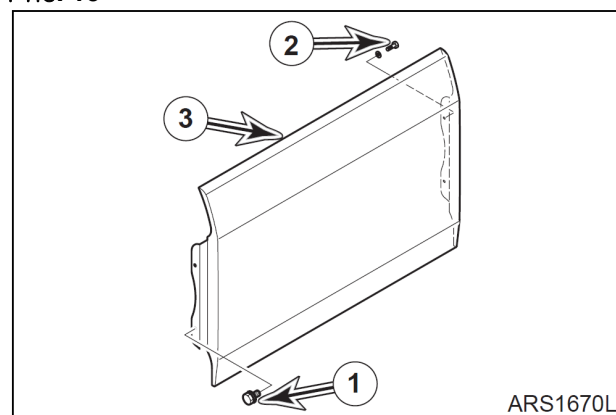

Рис. 11
20. Снять четыре болта (1 и 2, рис. 11) и крышку (3) с топливного бака и опоры.